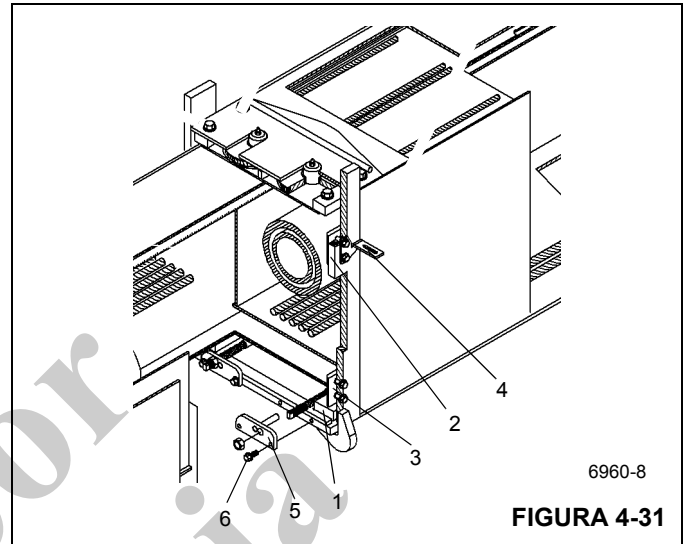

FIGURA 4-31
las cavidades de la sección central interior (Figura 4-31).
11. Instale las almohadillas de desgaste laterales superiores (2) e inferiores (3) en la sección central interior usando dos tornillos en cada una. En el lado superior izquierdo, fije la escuadra de montaje (4) con el tornillo de la almohadilla de desgaste inferior (Figura 4-31).
12. Fije las placas de anclaje de cables de retracción de la sección de extremo (5) a la parte delantera de la sección central interior con dos pernos en cada una (6) (Figura 4-31).